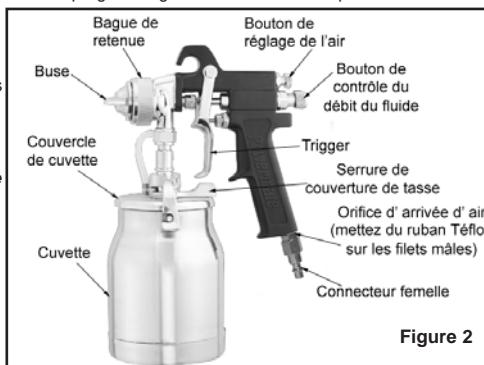

Figure 2
- Installez un raccord femelle 1/4 po NPT (non inclus) à l'orifice d'admission d'air de l'outil (voir Figure 2). **Remarque : Enveloppez toutes les extrémités filettées à l'aide de ruban d'étanchéité en téflon.**
- Bouton d'ajustement du motif de pulvérisation (voir la figure 2) : pour un motif complet, tournez le bouton dans le sens contraire des aiguilles d'une montre et pour un motif rond, tournez le bouton dans le sens des aiguilles d'une montre. Ce bouton sert à créer le motif approprié de peinture tandis qu'elle est pulvérisée du pistolet de pulvérisation.
- Bouton de contrôle de fluide (voir la figure 2) : tournez dans le sens des aiguilles d'une montre pour réduire la quantité de peinture et dans le sens contraire pour augmenter les quantités de peinture. Ce bouton contrôle la quantité de peinture mélangée avec l'air. **REMARQUE : si le bouton de contrôle de fluide est tourné jusqu'au bout, le pistolet dégageira seulement de l'air.**